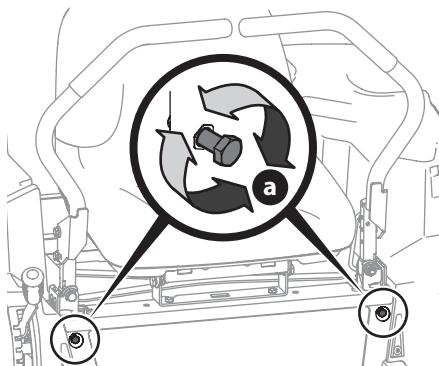

Figure 41
2. Localisez les boulons de réglage de la butée du levier de commande de transmission des barres de conduite (a) situés à l'avant du châssis du siège (Figure 41).
3. Pour diminuer la vitesse en marche avant, tournez les boulons de réglage de la butée du levier de commande de transmission des barres de conduite (a) dans le sens des aiguilles d'une montre. Pour augmenter la vitesse en marche avant, tournez les boulons de réglage de la butée du levier de commande de transmission des barres de conduite (a) en sens inverse des aiguilles d'une montre. Tournez les boulons de réglage de la butée du levier de commande de transmission des barres de conduite (a) dans la direction requise de 1/4 tours à la fois. Après avoir tourné les boulons de réglage de la butée du levier de commande de transmission des barres de conduite (a), vérifiez le réglage en conduisant le tracteur (Figure 41).